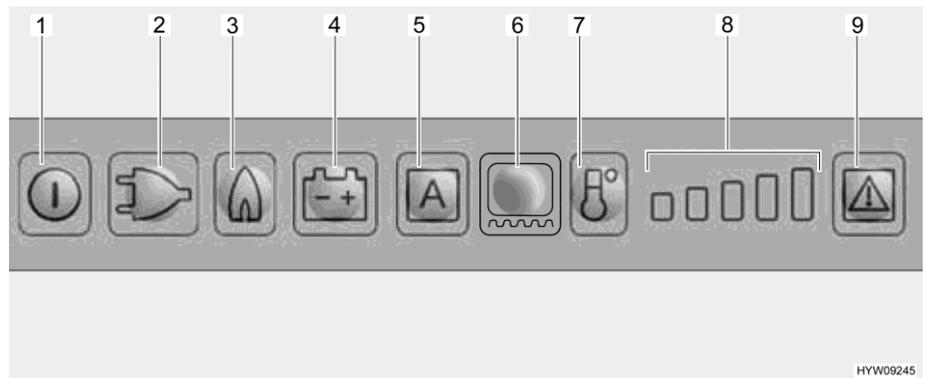

Fig. 160 Panneau de commande DEL (réfrigérateur Dometic)
Dès que le fonctionnement au gaz est activé, la veilleuse de sécurité s'ouvre automatiquement, de sorte que le gaz peut arriver au brûleur. En même temps, l'allumage électronique est connecté. Si la flamme s'éteint, p. ex. en raison d'un courant d'air, l'allumage est immédiatement activé et rallume le gaz. En cas de panne de gaz, les touches lumineuses Gaz (Fig. 160,3) et Dé-rangement (Fig. 160,9) clignotent et une alarme acoustique retentit pendant 20 secondes.
- Appuyer sur la touche Marche/Arrêt (Fig. 160,1) pendant env. 2 secondes. Le réfrigérateur s'enclenche, le dernier mode de fonctionnement choisi est indiqué.
- Appuyer sur la touche lumineuse pour le mode de fonctionnement désiré (Fig. 160,2 - 4) ou le mode automatique "AES" (Fig. 160,5) (uniquement sur le modèle AES).
- Régler la température de réfrigération avec la touche de puissance de réfrigération (Fig. 160,7). L'indicateur de puissance de réfrigération (Fig. 160,8) indique le réglage choisi du thermostat.
- Appuyer sur la touche Marche/Arrêt (Fig. 160,1) pendant env. 2 secondes.
Lorsque le réfrigérateur est mis en marche, il choisit automatiquement la température moyenne du thermostat. Ce réglage peut cependant être corrigé manuellement à l'aide de la touche de puissance de réfrigération (Fig. 160,7). Il faudra attendre quelques heures jusqu'à ce que le réfrigérateur ait atteint sa température normale de réfrigération. Le réglage du thermostat est conservé en cas de commutation sur un autre mode de fonctionnement.
- Régler le chauffage du cadre pour une durée de 2 heures : Appuyer une fois sur la touche lumineuse Chauffage du cadre (Fig. 160,6). Une barre indiquant la puissance de réfrigération (Fig. 160,8) s'allume.
- Régler le chauffage du cadre pour une durée de 5 heures : Appuyer deux fois sur la touche lumineuse Chauffage du cadre (Fig. 160,6). Deux barres indiquant la puissance de réfrigération (Fig. 160,8) s'allument.
- Régler le chauffage du cadre sur fonctionnement permanent : Appuyer trois fois sur la touche lumineuse Chauffage du cadre (Fig. 160,6). Trois barres indiquant la puissance de réfrigération (Fig. 160,8) s'allument.
L'indicateur de puissance de réfrigération (Fig. 160,8) indique pendant quelques secondes la durée de fonctionnement du chauffage du cadre.
En cas de dérangement, la touche lumineuse Dérangement (Fig. 160,9) clignote. Une des touches lumineuses Mode de fonctionnement ou l'indicateur de puissance de réfrigération clignote. De plus, un signal d'avertissement acoustique retentit. Les consignes relatives à l'affichage de défauts et à leur élimination sont données au chapitre 15.
- ▷ Quand un dérangement du régime au gaz a été éliminé, appuyer sur la touche lumineuse Reset (Fig. 160,9).